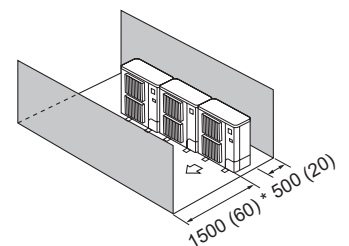

Fig. 2-15
- (4) Obstacles uniquement à l'avant et à l'arrière (Fig. 2-15)